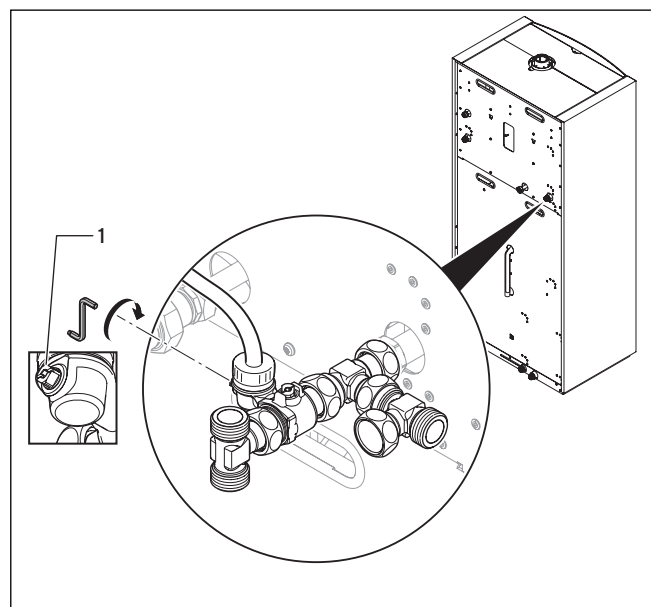

Abb. 7.11 Wartungshahn am Heizungsrücklauf öffnen
- Öffnen Sie den Wartungshahn (1) des Heizungsrücklaufs (→ **Abb. 7.11**).